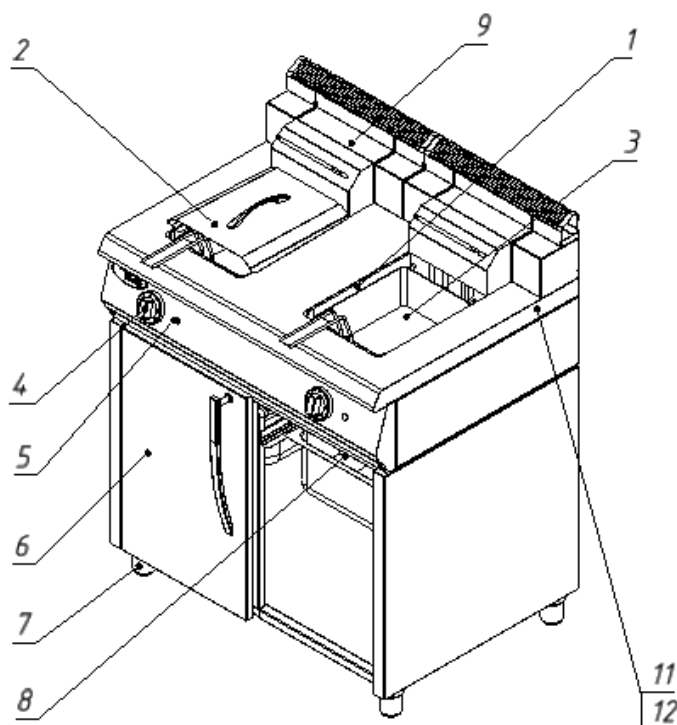

Рис.1. Крышка(2)и дверь(6) условно не показаны
5.1 Фритюрницу следует установить с соблюдением ГОСТ 12.2.124-90 «Оборудование продовольственное. Общие требования безопасности», но не менее 300мм от задней стенки установки до стены. Устойчивость установки обеспечивается регулировкой высоты ножек(7) подставки(6)рис.1.
5.4 Закрывать краны слива масла(8)рис.1.
6.2.1 Открыть крышку(2), поднять корзину(3)рис.1 и залить масло. Уровень масла в емкости должен быть не выше 100 мм от верхнего края емкости.
8.3 Трудноудаляемые пятна очищайте специальными средствами по уходу за нержавеющей сталью. Для очистки внутренних стенок емкости надо открыть кран(8), слить масло в отдельную емкость, вынуть корзину(3)рис.1 и повернуть ТЭН с держателем на 180 градусов. В открытом положении ТЭНа его включение блокирует микровыключатель(12), установленный между корпусом(11) и держателем ТЭНа(9).